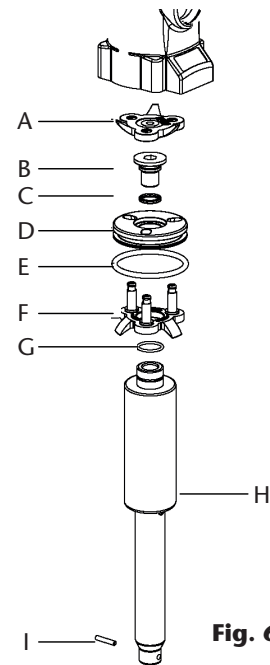

Fig. 6
- Отвернуть всасывающий патрубок. Следует соблюдать осторожность, чтобы не повредить уплотнительное кольцо (D).
- Снять штифт (I), чтобы отделить нижнюю часть насоса (рис. 6).
- Вывернуть винты (C) и потянуть за оправку пневматического двигателя, чтобы снять ее. В результате открывается доступ к деталям пневматического двигателя.
- При необходимости заменить детали (A) и (B).
РЕВЕРСИРУЮЩЕЕ УСТРОЙСТВО (РИС. 6)